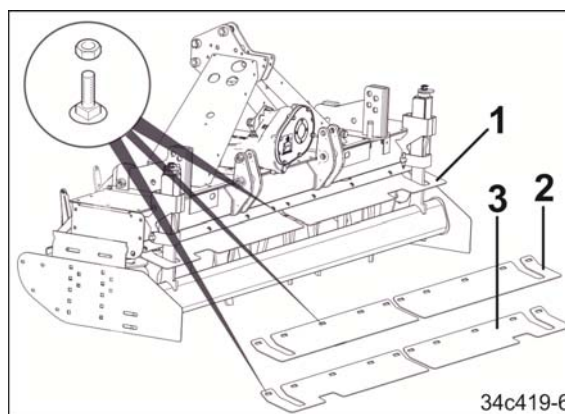

Рис. 79
Защитные щитки (Рис. 79/1) почвообрабатывающей машины могут поставляться в двух вариантах.
- защитный щиток (Рис. 79/2) для всех катков AMAZONE, кроме катка с дробильными дисками (CDW)
- защитный щиток (Рис. 79/3) для катка с дробильными дисками (CDW).